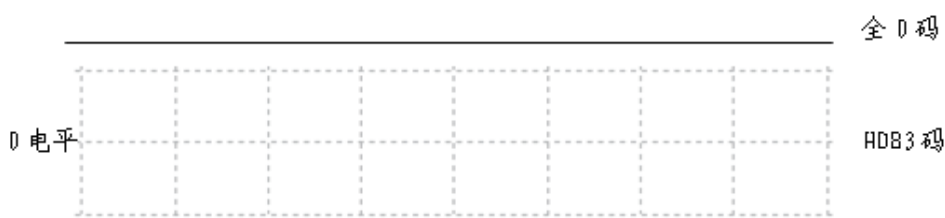

图 3-7-3 全零码输入时绘制 HDB3 码的波形图
①“全零码”输入：用四踪示波器检查 TP11 的“全零码”和 TP12“全零码”的 HDB3 编码，依据图 3-7-3 给出的全零码波形图，绘制出 HDB3 码的波形图（注：一个虚线格为一个码元持续的时间，如果是归零码，其正占空比为 50%，即为半占空比归零码）。